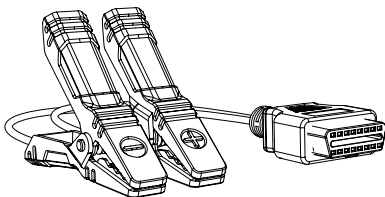

Figura 2.1.5
10. Cabo de teste de bateria com conector fêmea OBD-II e braçadeiras de bateria. (Veja Figura 2.1.5)